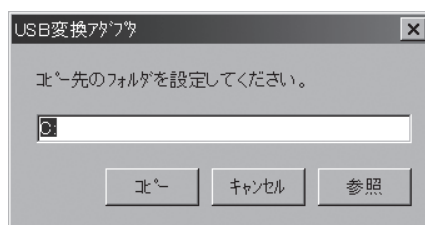
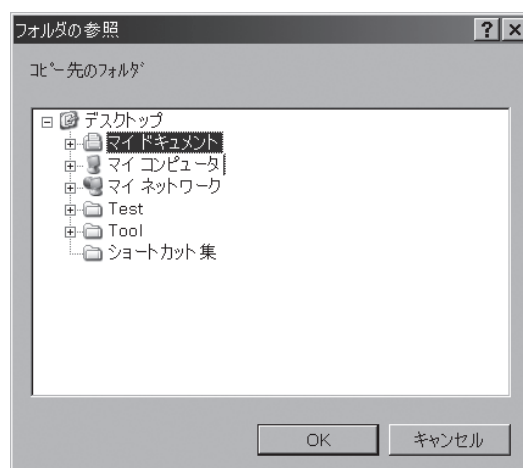

図 1.10 コピー先フォルダ指定画面
図 1.11 コピー先フォルダ参照画面
コピー先フォルダ参照画面 (図 1.11) ではコピーしたい先のフォルダをクリックし、選択した後に「OK」をクリックしてください。「OK」を押したらコピー先フォルダ参照画面 (図 1.11) が消え、選択したフォルダのパスがコピー先フォルダ指定画面 (図 1.10) に表示されます。
- ⑥完了画面(図 1.13)が表示されましたら、OKをクリックしてください。完了画面(図 1.13)が消えます。次にコピー先フォルダ指定画面(図 1.10)の「キャンセル」をクリックしてください。コピー先フォルダ指定画面(図 1.10)が消えます。